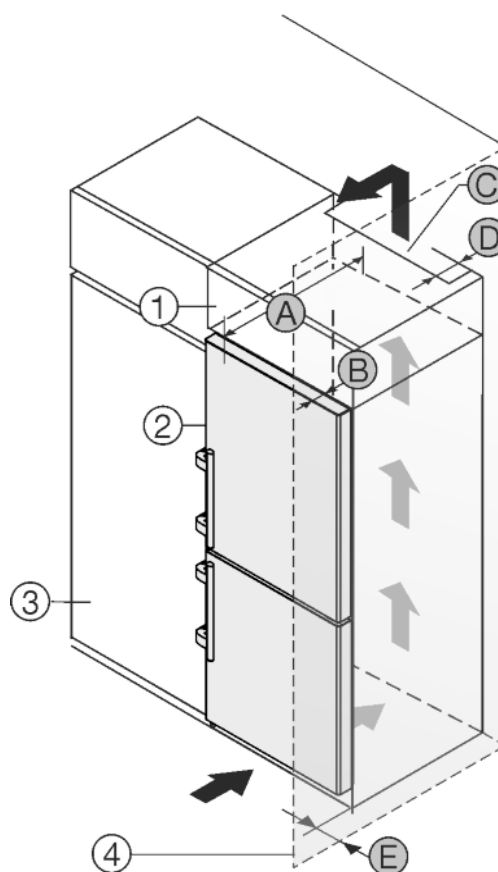

Fig. 42
Устройство может быть окружено кухонными шкафами. Чтобы уравнять устройство Fig. 42 (2) по высоте с кухонной стенкой, можно установить над устройством дополнительный шкафчик Fig. 42 (1).
Установить устройство можно непосредственно рядом с кухонным шкафом Fig. 42 (3). Чтобы можно было полностью открыть двери, устройство должно выступать на глубину Fig. 42 (B) относительно передней стенки кухонного шкафа. В зависимости от глубины кухонных шкафов и использования пристенных распорок устройство может выступать и больше.
- На задней стенке дополнительного шкафчика должен быть вентиляционный канал с глубиной Fig. 42 (D) по всей ширине этого шкафа.
- Нужно соблюдать вентиляционное отверстие Fig. 42 (C) под нижней панелью.
Если устройство установлено на шарнирах у стены Fig. 42 (4), то нужно соблюдать расстояние Fig. 42 (E) между устройством и стеной. Настолько выступает ручка при открытой дверце.